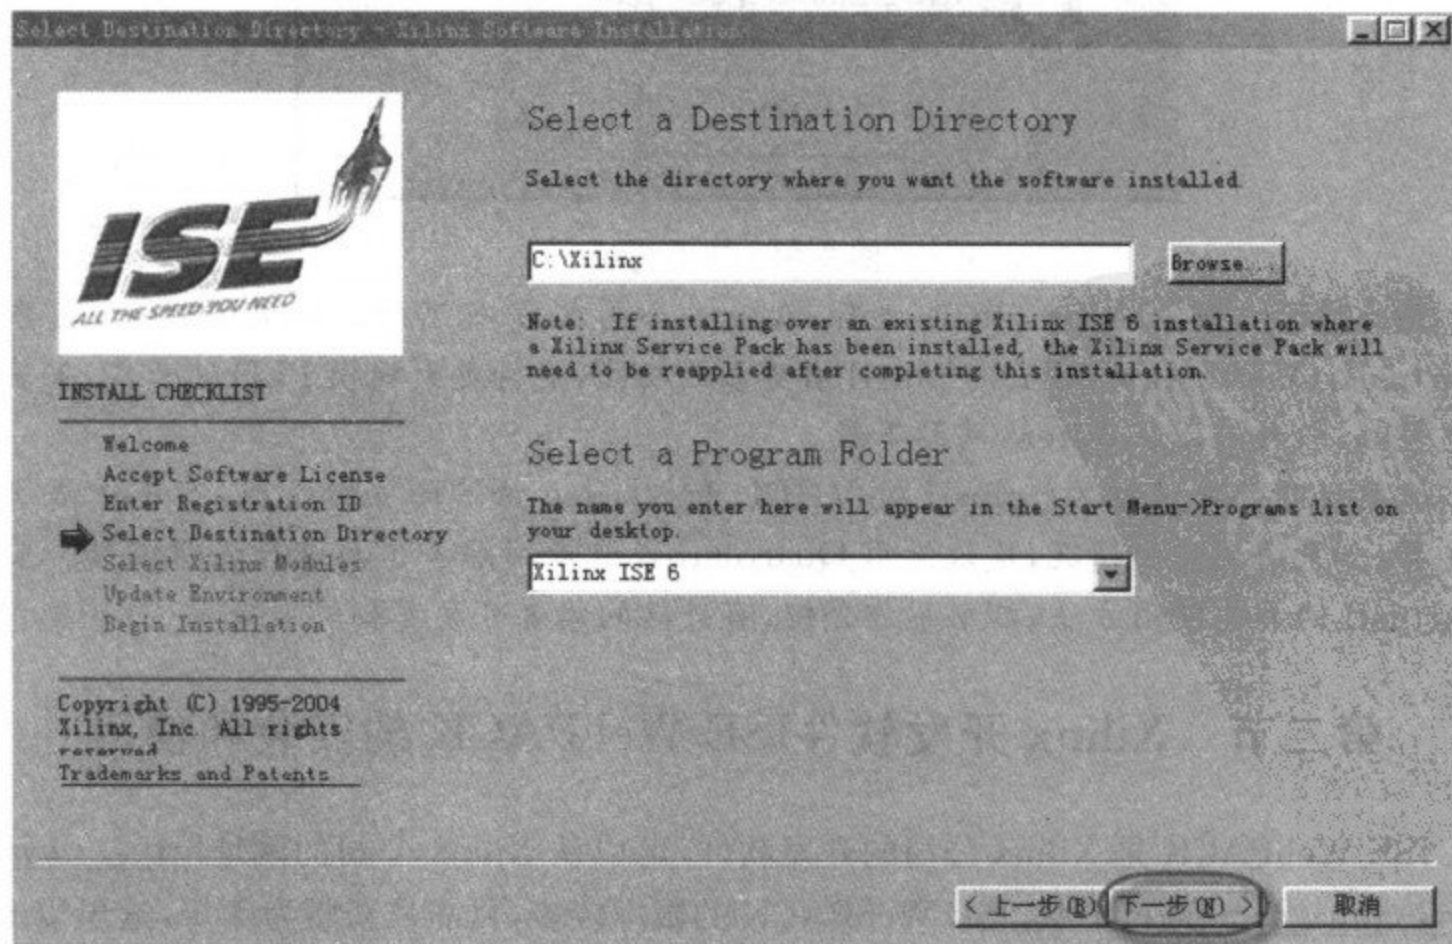

图 3-34 选择安装路径画面
(2) 接着出现如图 3-34 所示的安装路径选择界面, 默认路径是 C:\Xilinx。当然,